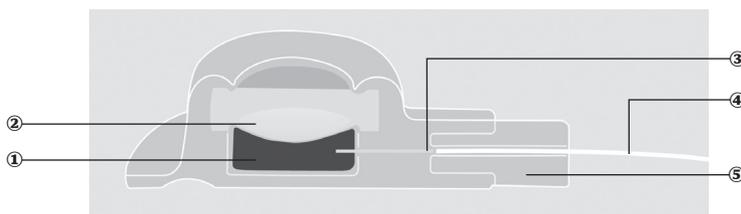

Figura 1: illustrazione del port per accesso vascolare impiantabile
Il port per accesso vascolare impiantabile è costituito da una camera del port ①, un setto ② e un tubicino di uscita ③ a cui viene fissato un catetere ④ mediante un connettore a scatto radiopaco ⑤. Fare riferimento alla figura 1: illustrazione del port per accesso vascolare impiantabile.